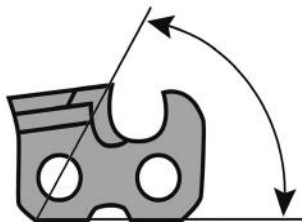

Рис. 10 Угол заточки режущего зуба по вертикали
5. В соответствии с таблицей размеров определите угол заточки режущих зубьев пильной цепи по вертикали (Рис. 10). Для различного типа пильных цепей он составляет $50-60^\circ$.